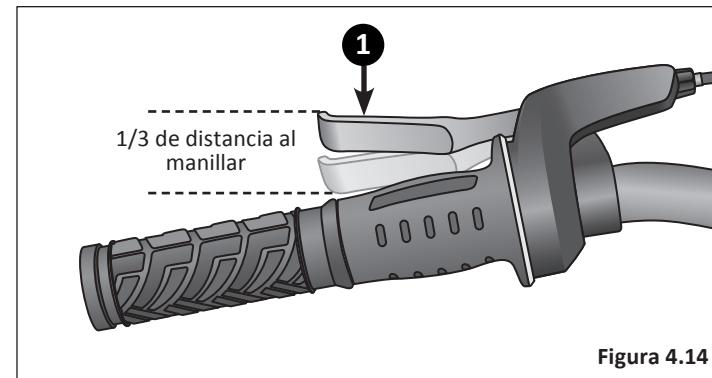

Figura 4.14
- 1 Despu s de ajustar el freno, apriete la maneta del mismo tan fuerte como pueda varias veces y vuelva a inspeccionar las zapatas del freno, el centrado y el recorrido de la maneta de freno. Si las zapatas del freno ya no est n a escuadra con el rin, repita los ajustes de la zapata de freno. **Figura 4.14**